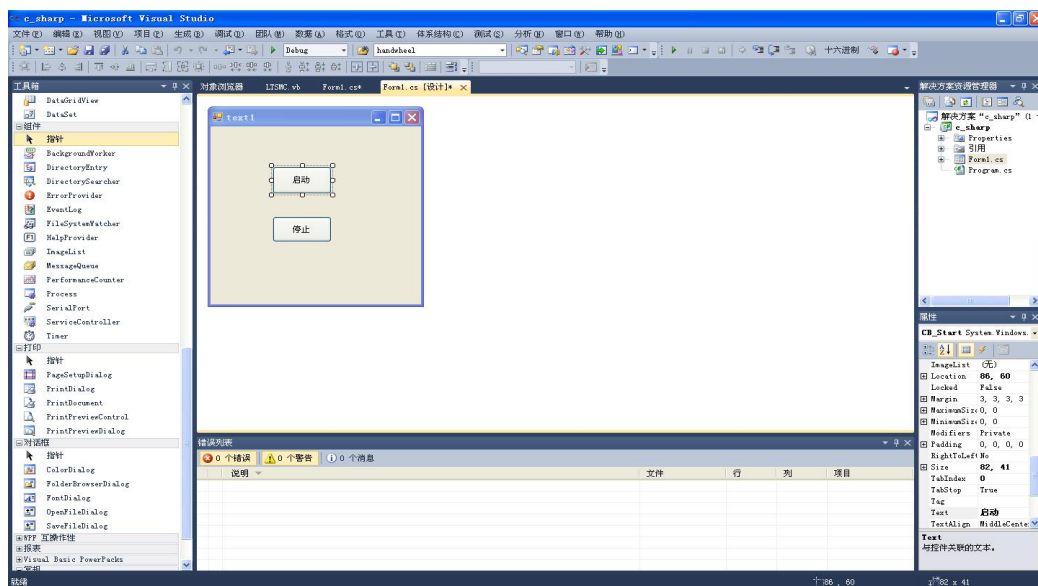

图 1.10 程序编辑界面
- 2) 打开C#2010，新建一个“windows窗体应用程序”工程，在对话框上添加按钮“启动”和“停止”，并将其名称分别修改为“CB_Start”和“CB_Stop”，如图1.10所示。